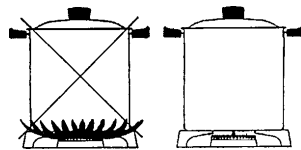

Рис. 11
7.10.8 Для эффективного использования горелок стола следует выбирать кастрюли перечисленных ниже размеров: вспомогательная горелка - диаметр 120 min-160 max мм, горелка полубыстрого действия - диаметр 180 min-200 max мм, горелка быстрого действия - диаметр 220 min-240 max мм. Режим работы горелок должен быть таким, чтобы пламя не выходило за края кастрюли см. рис. 11. **Использование кастрюлей большего диаметра приведёт к выходу из строя горелки стола.**